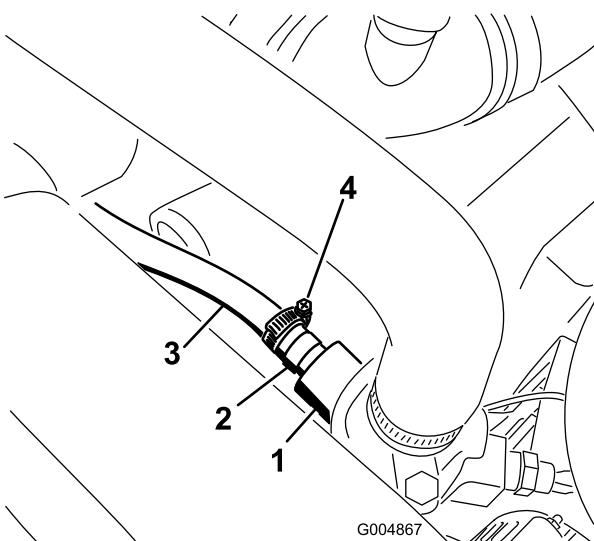

図 16
- サーモスタットハウジングにホースアダプタフィッティングを取り付ける 図 16。
- 圧力側ホースのもう一端をエンジンのサーモスタットハウジングのアダプタフィッティングに接続する 図 16。
注 ホースクランプを使ってホースをアダプタフィッティングに固定する。図 16 のように、ホースをエアクリーナの下に通す。
注 ハーネスは高温部や回転部から確実に離して配線してください。カップラホース2本をケーブルタイで図16のように固定する。